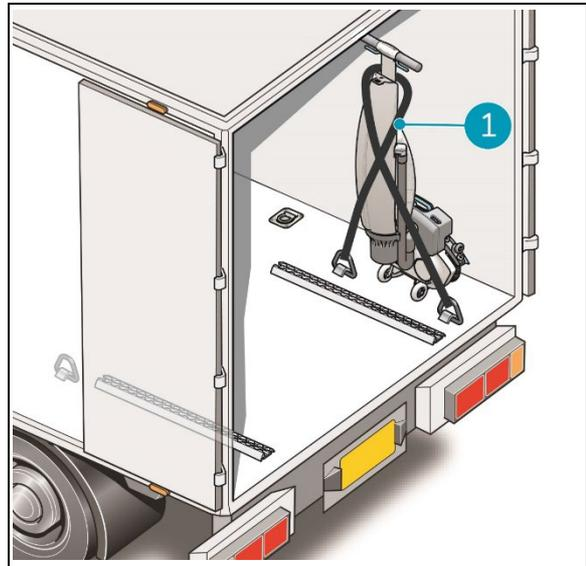

Figura 7
5. Fixe a i-mop® utilizando um cinto de tensão ou outro dispositivo de retenção adequado (Figura 7, nos 1).